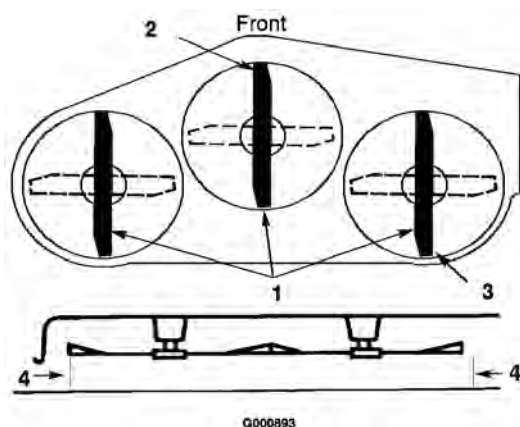

Figure 44
- Réglez la hauteur de coupe à 76 mm (3 pouces) et tournez les lames avec précaution dans le sens longitudinal (Figure 44).
- Mesurez la distance entre la pointe de la lame avant (Figure 44) et la pointe de la lame arrière par rapport à la surface plane. Si la pointe avant de la lame n'est pas de 1,6 à 7,9 mm (1/16 à 5/16 pouce) plus basse que la pointe arrière, réglez les tourillons avant.
- Lorsque les deux tourillons sont réglés de la même manière, fixez les chapes en place à l'aide des goupilles fendues. Vérifiez de nouveau l'inclinaison avant/arrière. Poursuivez le réglage des chapes jusqu'à ce que la pointe avant de lame soit de 1,6 à 7,9 mm (1/16 à 5/16 pouce) plus basse que la pointe arrière (Figure 44).